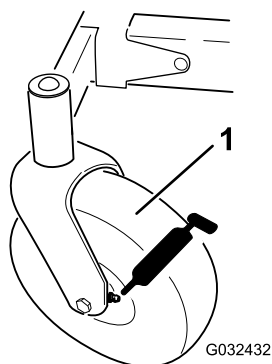

Figure 33
3. Nettoyez les graisseurs (Figure 33) avec un chiffon.
4. Raccordez un pistolet de graissage à chaque graisseur (Figure 33).